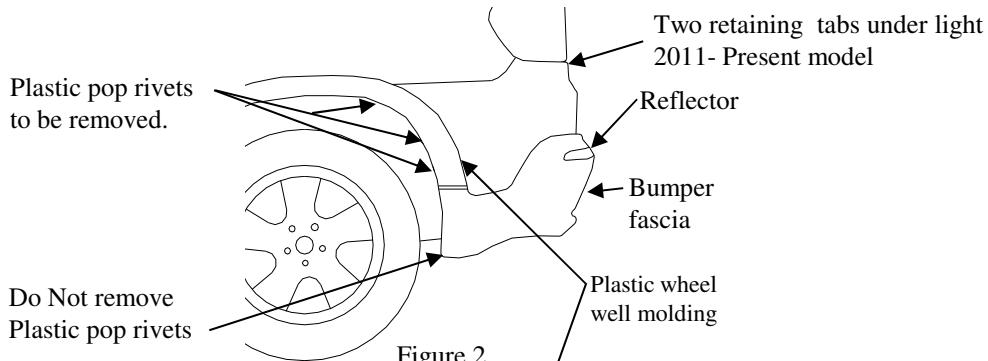

Figure 2.
①	Qty. (6)	Plastic rivet (Not shown)
- a. Remove 2 (3*) plastic pop rivets (each side) from the plastic wheel well molding (See Figure 2). Rivets can not be re-used. Replacements supplied. To remove rivet, insert small center punch or drill bit into center to push pin through.
- d. Remove reflectors, (Reflector can be removed by releasing the clip that holds it in place, access under the bumper) (Figure 2).
①	Qté. (6)	Rivet en plastique (non illustré)
- a. Enlever les 2 rivets aveugles en plastique de la moulure plastique de la voûte de roue (Figure 2). Les rivets ne peuvent pas être réutilisés. Des rivets de remplacement sont fournis.
- d. Démonter les réflecteurs (ils peuvent se démonter facilement en libérant l'attache qui les tient en place, accessible sous le pare-chocs (Figure 2).